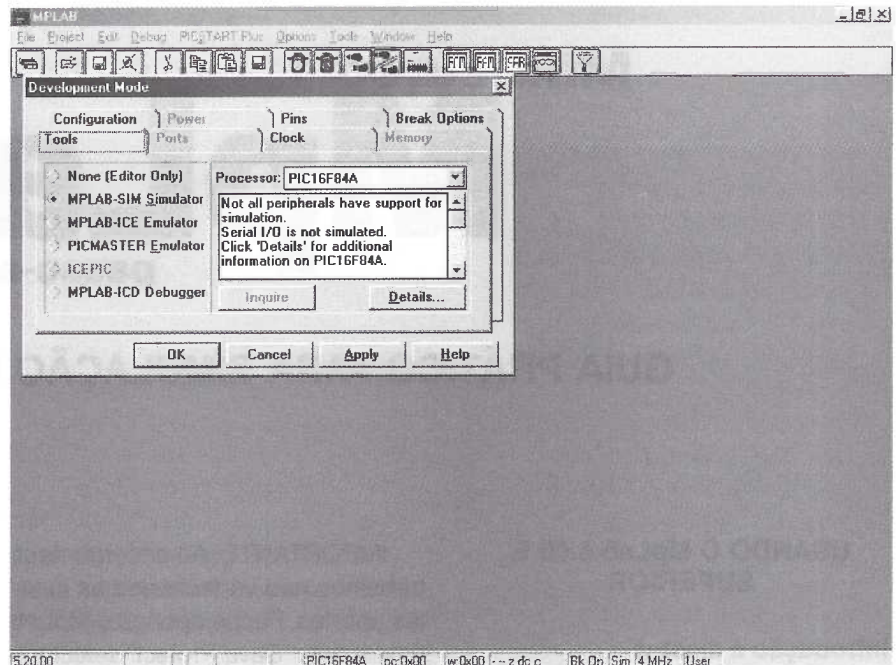

Figura 2 - Seleção do processador.
*Options* -> *Development Mode*, e selecione a ficha "**Tools**" e teremos a tela da figura 2.